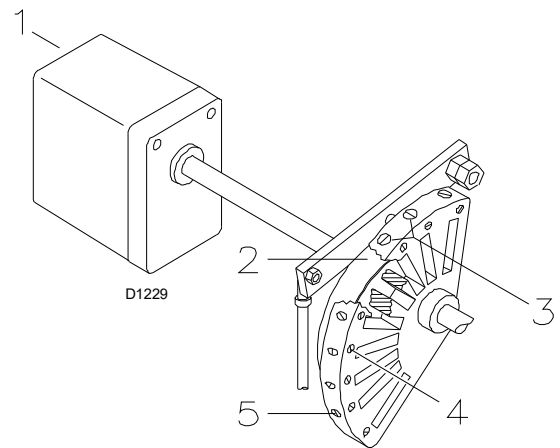
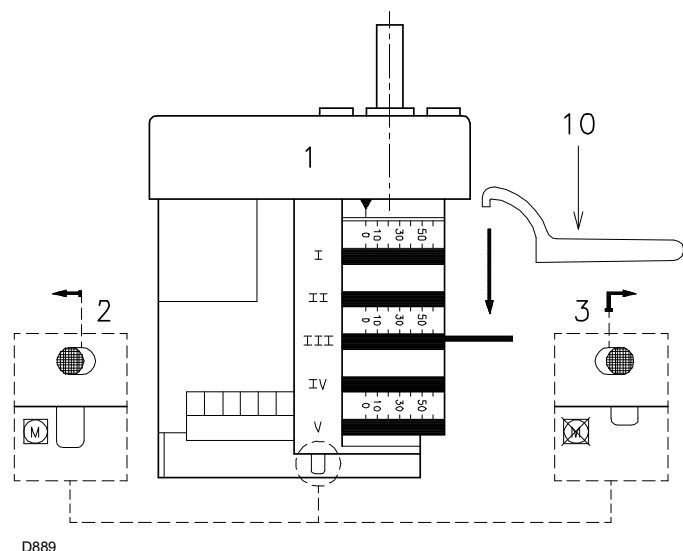

Рис. 28
Рис. 29
Постепенно измените конечный профиль кулачка 2) (Рис. 28) посредством винтов 5).
Постепенно измените начальный профиль кулачка 2) (Рис. 28) посредством винтов 3).
Выключите горелку при помощи выключателя 1) (Рис. 28), установив его в положение «ВЫКЛ», а затем отцепите кулачок 2) (Рис. 28) от сервопривода, нажимая и смещая вправо кнопку 3) (Рис. 29 на стр. 26). Вручную перемещая кулачок 2) вперед и назад, несколько раз проверьте, чтобы его движение было плавным без заедания.
Снова соедините кулачок 2) с сервоприводом, передвигая влево кнопку 2) (Рис. 29 на стр. 26).
После настройки максимальной, минимальной и промежуточной мощности перепроверьте розжиг. Создаваемый шум должен быть аналогичен шуму, производимому во время дальнейшей работы горелки. В случае пульсаций понизьте розжиговую мощность. Завершив регулировку, зафиксируйте ее винтами 4) (Рис. 28).
Если потребуются отрегулировать кулачок III, в особенности на небольшие смещения, можно использовать специальный ключ 10) (Рис. 29), удерживаемый магнитом под сервоприводом.
- 5 с:** Запуск сервопривода: вращение вправо на 130°, то есть до срабатывания контакта на кулачке I) (Рис. 29 на странице 26). Воздушная заслонка устанавливается в положение максимальной мощности.
- 69 с:** Сервопривод вращается влево, пока не сработает контакт кулачка III) (Рис. 29 на странице 26).
- Горелка выключается, когда тепло, производимое горелкой на минимальной мощности (отрезок F-G), больше требуемого системой тепла. Дистанционный регулятор TL размыкается, сервопривод возвращается в положение 0°, ограниченное контактом кулачка II) (Рис. 29 на странице 26). Заслонка полностью закрывается, чтобы максимально снизить тепловые потери.
Отцепите кулачок 2) (Рис. 28 страница 25) от сервопривода, нажимая и сдвигая вправо кнопку 3) (Рис. 29 на странице 26). Затем вручную проверьте плавность вращения вперед и назад самого кулачка.
Снова соедините кулачок с сервоприводом, перемещая влево кнопку 2) (Рис. 29 на странице 26).